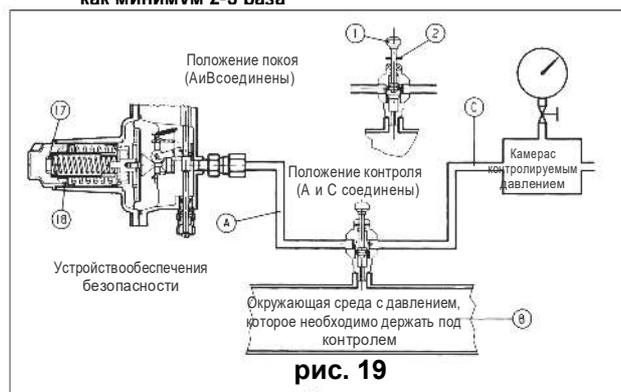

рис. 19
- А) Для отсекающих устройств соединенных с выходным трубопроводом посредством переключающего трехходового клапана "push" необходимо действовать следующим образом (рис. 19):
А) Для отсекающих устройств соединенных с выходным трубопроводом посредством переключающего трехходового клапана "push" 11 необходимо действовать следующим образом (рис.19)